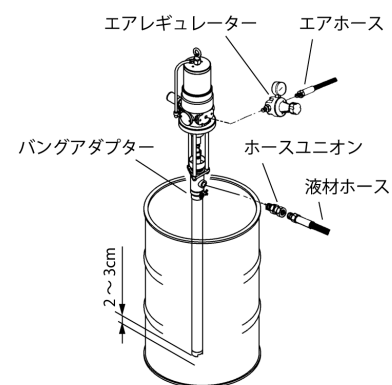

Fig.5
- 2) バングアダプターにポンプを差し込み、ポンプの下端 (フットバルブ部) がドラム缶の底に当たったら、2~3 cm ポンプを持ち上げてポンプのフットバルブとドラム缶の底との間に隙間をとり、バングアダプターの蝶ネジを締めてポンプを固定してください。(Fig.5)